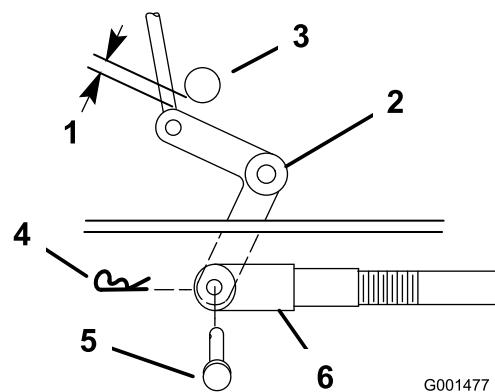
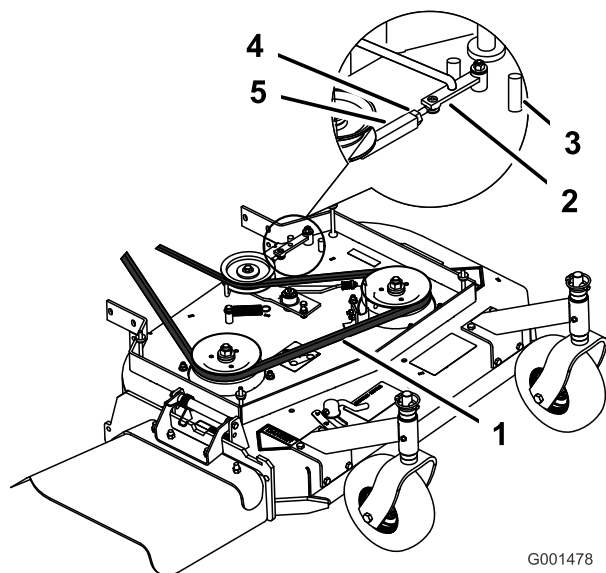

Figura 35
Figura 36
- Compruebe la distancia entre la palanca acodada y el eje de salida de la transmisión (Figura 35).
11. Gire la horquilla en el sentido de las agujas del reloj para aumentar la distancia; gírela en el sentido contrario para reducirla (Figura 35).
Nota: Si el brazo no entra en contacto con el tope delantero de la plataforma del cortacésped (Figura 36), ajuste la horquilla para acercar la palanca acodada al eje de salida de la transmisión (Figura 35).
3. Afloje la contratuerca del tensor (Figura 36).
4. Gire el tensor hacia la parte trasera del cortacésped para aumentar la tensión de la correa. Gire el tensor hacia la parte delantera del cortacésped para reducir la tensión de la correa (Figura 36).